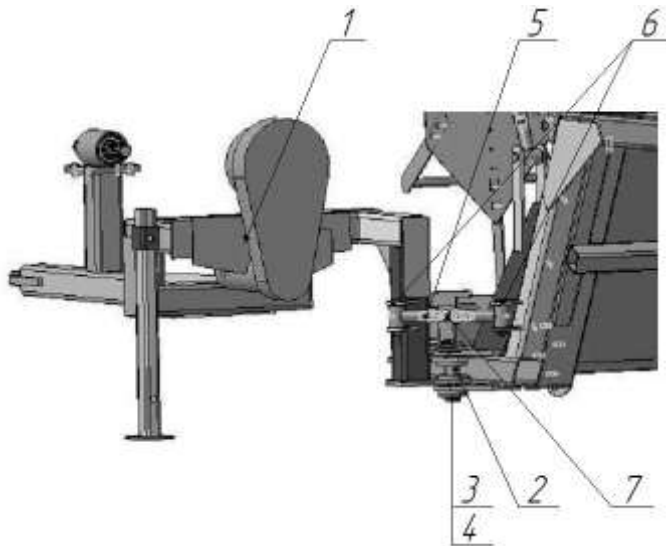

Рисунок 4.Подсоединение навески
5.6 Подсоединить навеску (рис. 4) 1 к основной раме машины при помощи пальца 2, установить шайбу 3 и шплинт 4. Установить регулировочный талреп 5 при помощи пальцев 6. Произвести регулировку навески винтом 5, так чтобы навеска была параллельна основной раме машины.